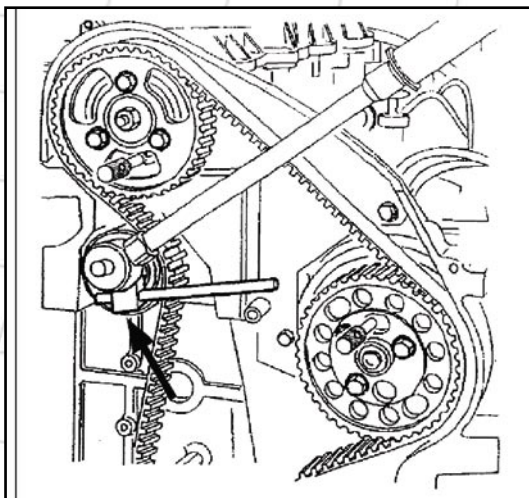

Fig. 2
- Cet outil est nécessaire pour tourner le galet et le maintenir en place pendant que vous serrez la vis de fixation (25 Nm) (Fig. 2).